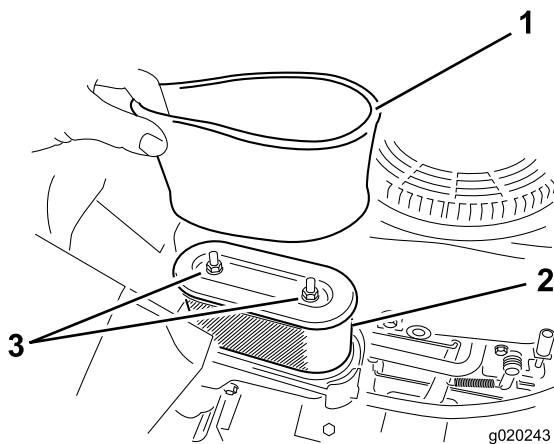

Figura 33
5. Rimuovete con cautela gli elementi del filtro in schiuma sintetica e di carta dal vano del filtro dell'aria (Figura 33).
1. Installate il filtro di schiuma sul filtro di carta (Figura 33).